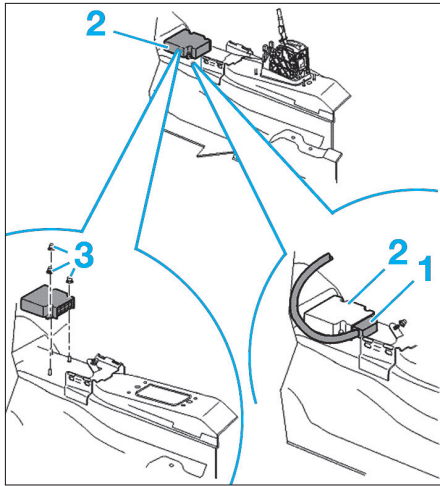

Fig. 9
- Débrancher le connecteur (1) du calculateur (2) (Fig.9).
- Dévisser les trois écrous de fixation (3) du calculateur (2).
- Déposer le calculateur (2).